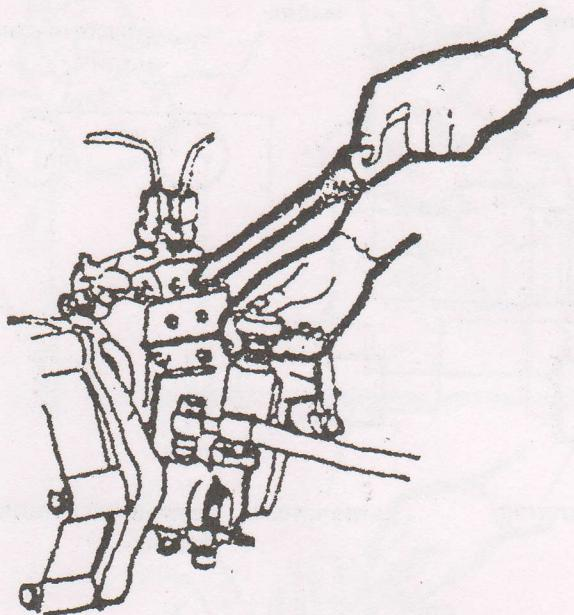

Рис. 7 Удаление воздуха из топливного насоса высокого давления
4.1.4.2 Устраниите причину подсоса воздуха и прокачайте систему насосом ручной прокачки для удаления воздуха. (Рис. 7).